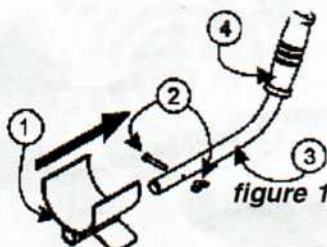

figure 1
1)- Enfilez le repose bras dans le haut de canne et fixer la vis comme indiqué sur la figure 1.